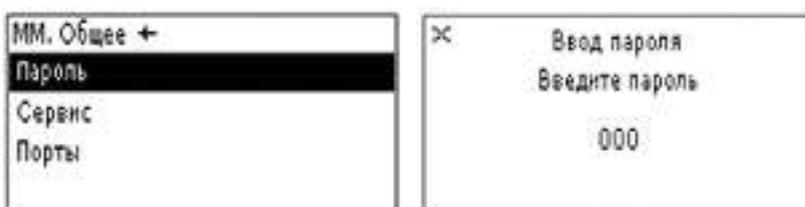

Рис.4. Экран Общих Настроек и окно ввода пароля.
Просмотр и изменение настроек входов MM возможны только для контроллера в разблокированном состоянии в течение 30мин после ввода пароля в меню Общих Настроек (Рис.4). После успешного ввода пароля (953) иконка доступа меняет вид с на .